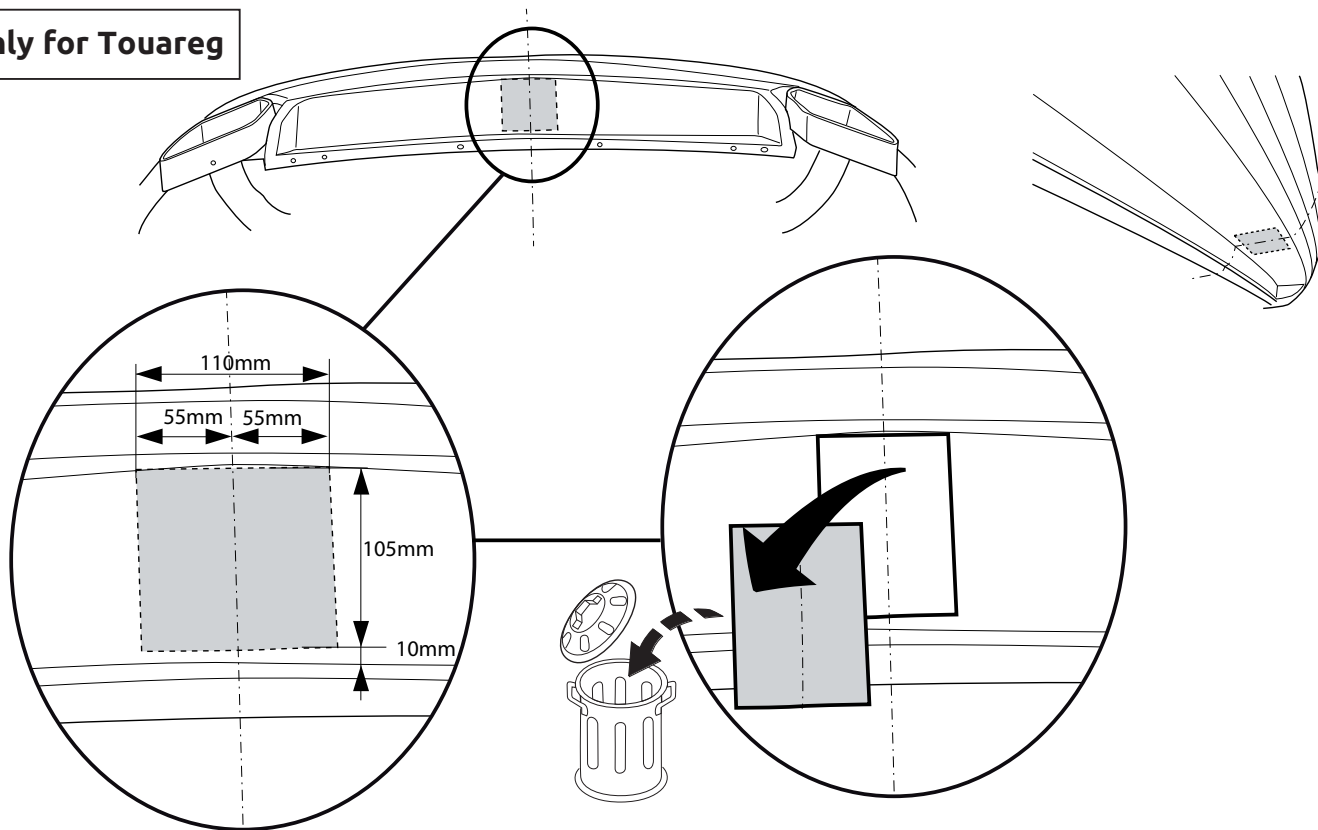

Fig.3a
7. **Внимание! При необходимости:** Выпилить часть из бампера в середине снизу, как указано на рис. 3a, 3b.